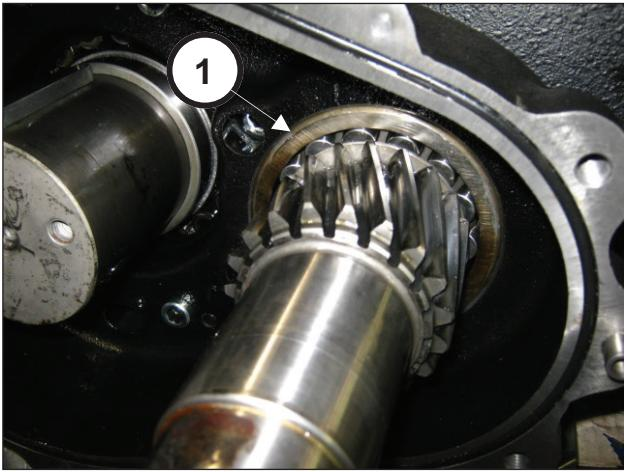

Fig. 78
Posicione o rolamento até o batente (pos. ①, Fig. 78).